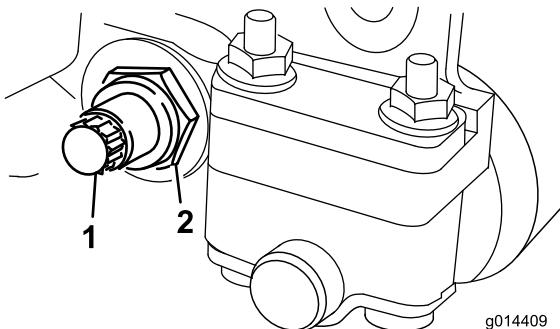
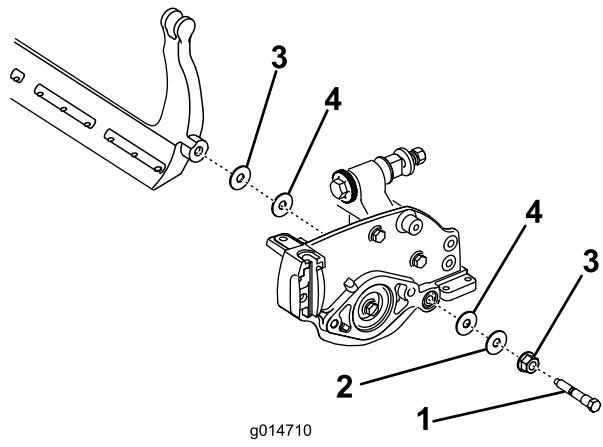

Figura 20
Figura 21
3. En cada lado de la máquina, afloje la contratuerca que fija el perno de la barra de asiento (Figura 20).
4. Retire todos los pernos de la barra de asiento, para poder tirar de la barra hacia abajo y retirarla de la máquina (Figura 20). Guarde las 2 arandelas de nylon y la arandela de acero troquelado de cada extremo de la barra de asiento (Figura 21).
2. Fije la barra de asiento a cada chapa lateral con los pernos de la barra (con tuercas en los pernos) y las 6 arandelas. Debe colocarse una arandela de nylon en cada lado del saliente de la chapa lateral. Coloque una arandela de acero por fuera de cada arandela de nylon (Figura 21). Apriete los pernos de la barra de asiento a 27-36 N·m. Apriete las contratuerca hasta que la arandela de acero exterior deje de girar, y la holgura quede eliminada, pero no apriete demasiado ni desvíe las chapas laterales. Las arandelas del interior pueden tener cierta holgura.